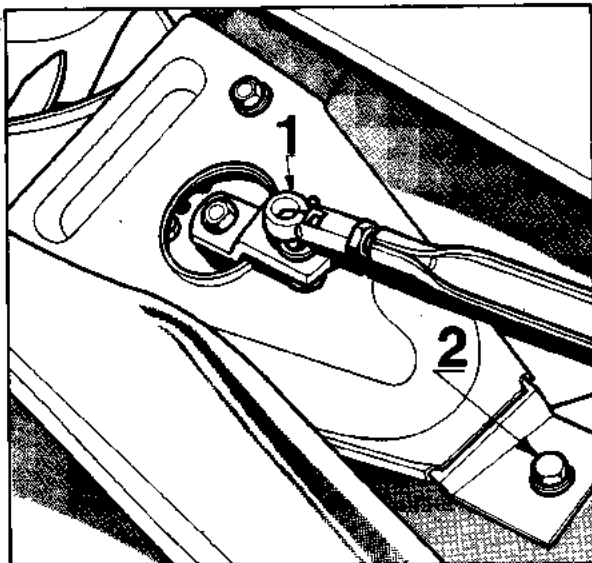

Fig. 2
- Maak de aandrijfhefboom los van het kogelgewricht op de aandrijfkruk (1) (fig.2).
- Verwijder de 3 bevestigingsmoeren van de steun (2) (fig.2) en neem de motor los.